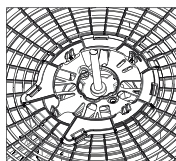

Figura 3
4. Pressionar a região central da grade traseira contra as travas do motor até ouvir um "clique". (Figura 3)